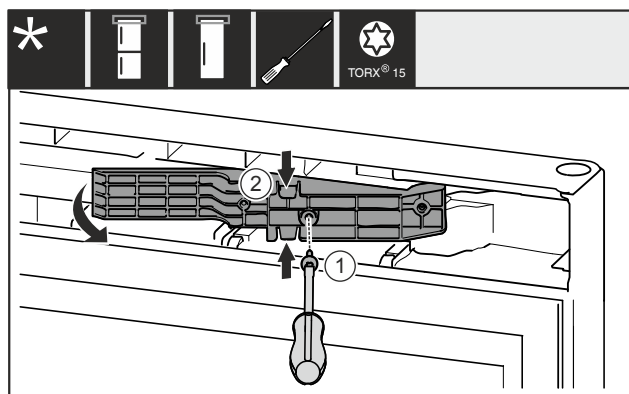

Fig. 13 *
- Fjern skruen Fig. 13 (1)*.
- Pres adapterstykket Fig. 13 (2) let sammen foroven og forneden, og træk det ud.*